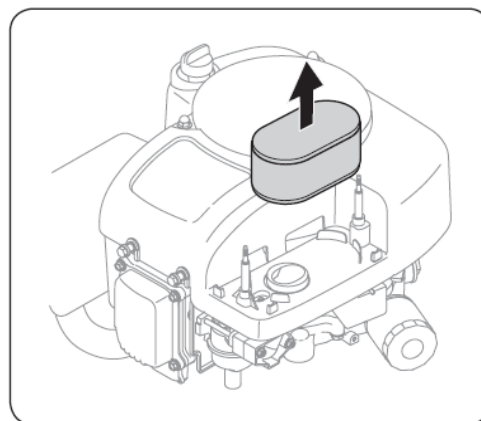

Figure 6-5
2. Enlevez le filtre à air. Consultez la Fig. 6-5.